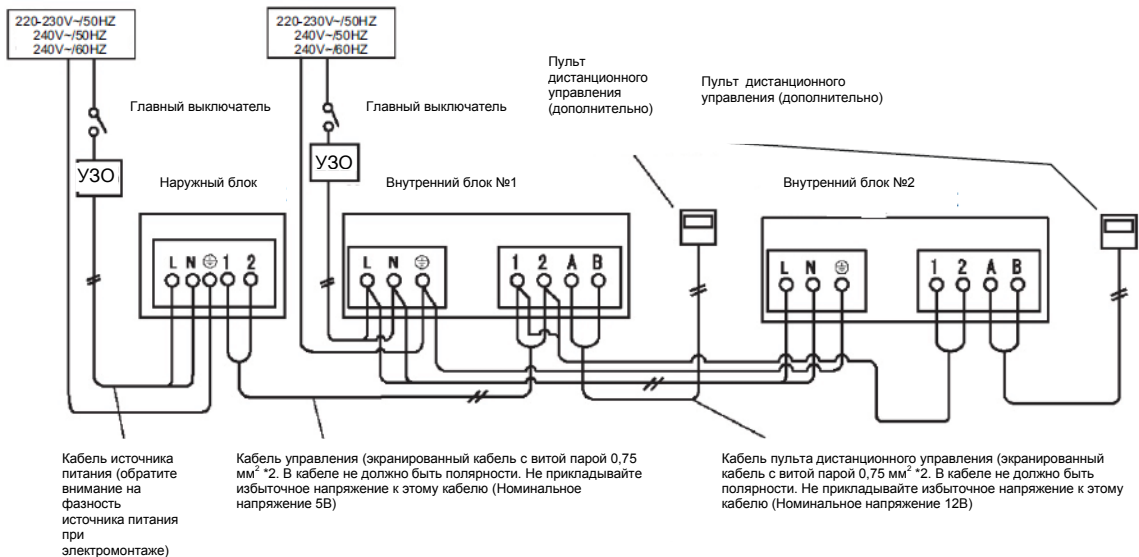

Рис. 6.2 Соединение внутреннего и наружного блоков (1 фаза)
1) Подключите провода к клеммной колодке панели с электроаппаратурой наружного и внутреннего блоков. Подключите провод заземления к панели с электроаппаратурой наружного блока. Дополнительно подключите провод заземления к панели с электроаппаратурой внутреннего блока (см. рис. 6.2).